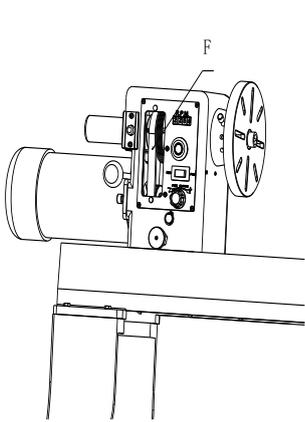
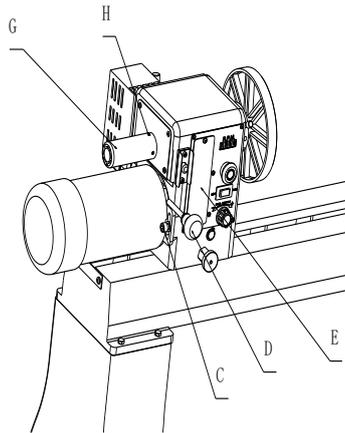

Рис. 21
Рис. 22
2. Ослабьте стопорный винт (С, Рис. 22) и поднимите вверх натяжную ручку (D, Рис. 22) снять натяжение с поли клинового ремня.
3. Откройте дверцу (Е, Рис. 22) и снимите ремень (F, Рис. 21) от нижнего шкива.